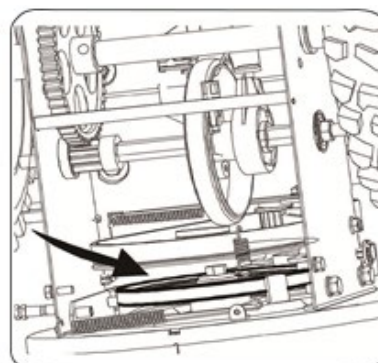

Bild 25
5. Ta bort remmen från skruvskivan och skjut remmen mellan stödfästet och skruvskivan. Återmontera kilremmen genom att följa anvisningarna i omvänd ordning. Se bild 25.